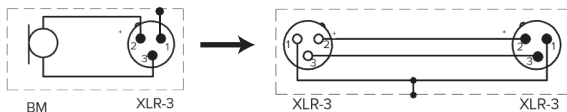

рис. 4
2. Присоедините микрофон к микшерному пультау или аудиоинтерфейсу микрофонным кабелем XLR-3 (рис. 4)